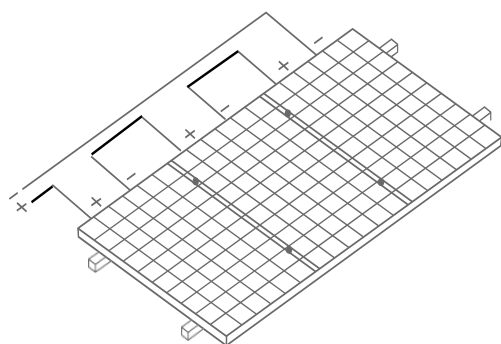

图20 串联方式
- 不要在同一太阳能光伏系统中使用不同型号的组件。当组件串联在一起时，每串电压不能超过系统最大电压（串联方式如下图 20）。具体请参考该国家或地区或当地的规范。